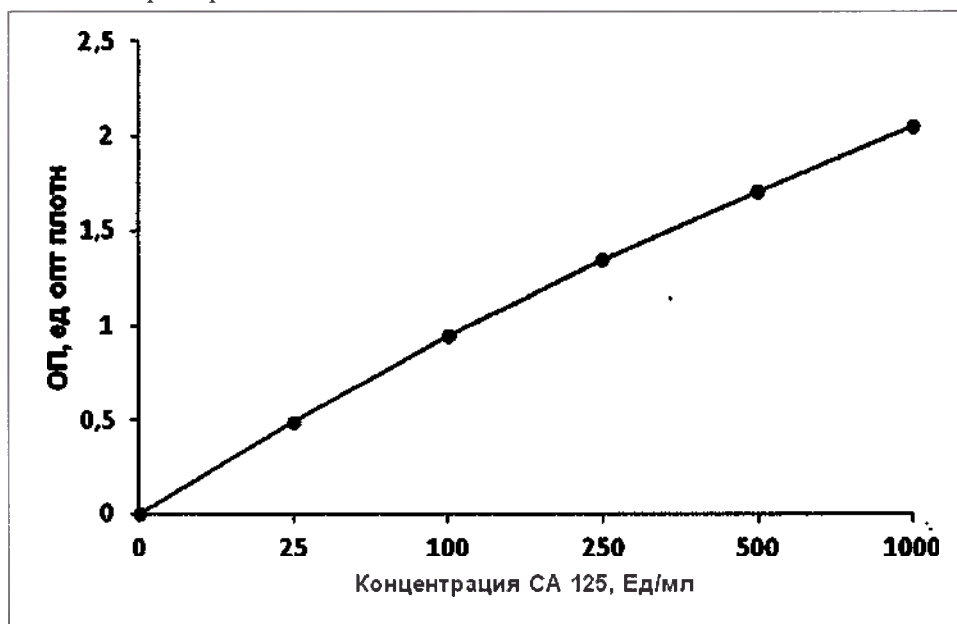

Рисунок 2. Типичный калибровочный график
9.1. Построить калибровочный график зависимости оптических плотностей от концентрации СА 125 (Ед/мл) в калибровочных пробах (Рисунок 2). Внешний вид графика зависит от способа преобразования осей.